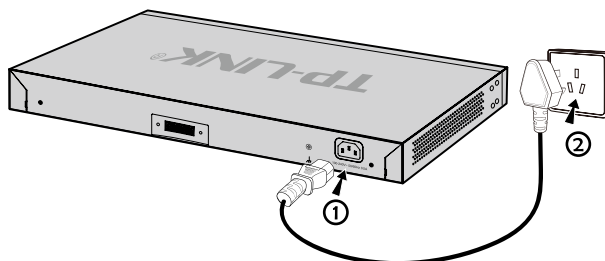

图3-4 电源线连接示意图
2. 防火墙原装电源线连接防火墙与电源插座，如图3-4所示。